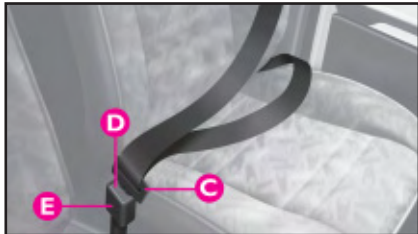

fig. 12
**Veiligheidsgordel vastmaken:** druk gesp **C**-fig. 12 in sluiting **E** totdat hij hoorbaar blokkeert.